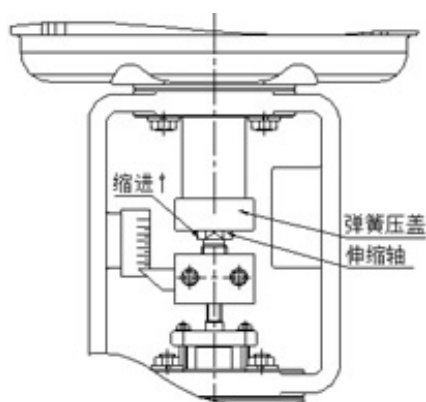
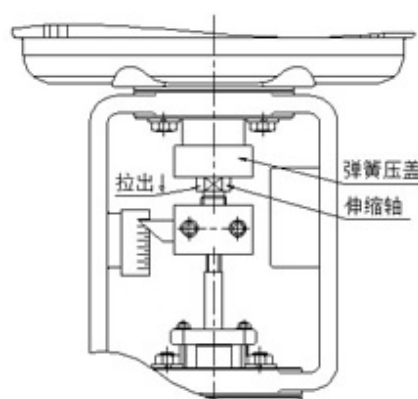

图 4-5-1
图 4-5-2
a) 下限位开关的定位：用手动摇柄将阀位调整到全关位置，继续摇动手柄，执行器的伸缩轴会被压入弹簧压盖，如图 4-5-1。当压入 2-3mm 时，将下限位开关置于被触发状态并固定凸轮。（下限位开关被触发后，应确保伸缩轴仍然有一定的压缩余量，否则限位开关将失去保护作用。）
b) 上限位开关的定位：用手动摇柄将阀位调整到全开位置，将上限位开关置于被触发状态并固定凸轮。若是三通调节阀，行程两端都应密封，开阀端也要求弹簧压缩。继续摇动手柄，伸缩轴被拉出弹簧压盖，如图 4-5-2。当拉出 2-3mm 时，将上限位开关置于被触发状态并固定凸轮。（上限位开关被触发后，同样应确保伸缩轴仍然有一定的伸出余量。）
c) 调节阀的零点与行程设定：根据后面菜单说明的零位行程设定，并参考图 4-5-1 和图 4-5-2，调整调节阀的零位和行程。